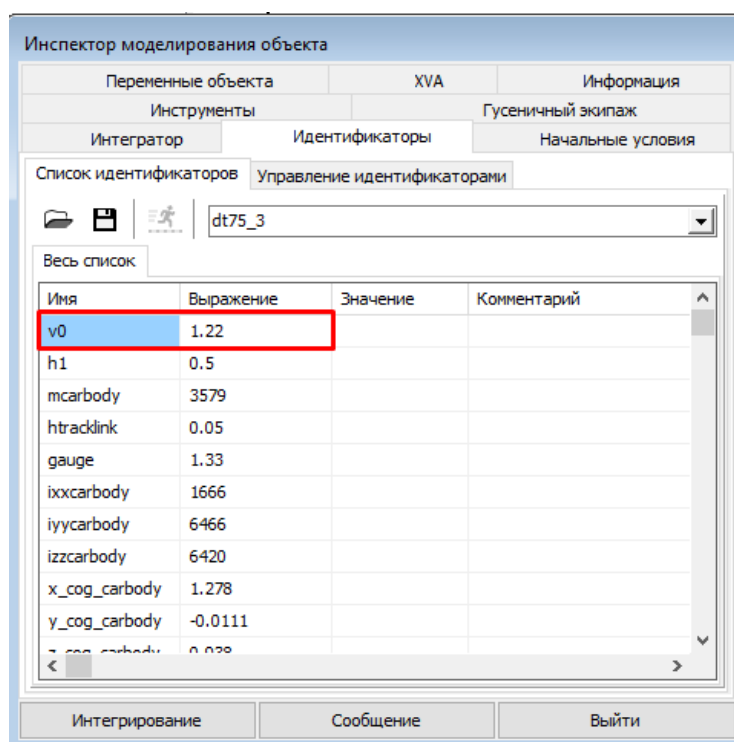

Рис. 11. Параметризация продольной скорости трактора
2. В окне **Инспектора моделирования объекта** перейдите на вкладку **Идентификаторы | Список идентификаторов** (рис. 11). Здесь отображаются все параметры модели. Все величины заданы в системе СИ. Например, идентификатором **v0** задана продольная скорость трактора, равная **1,22 м/с**, см. рис. 11.